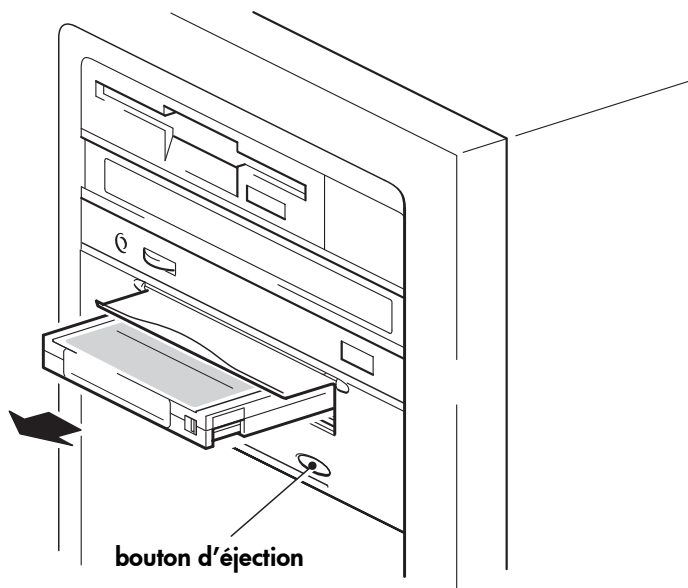

Figure 10b : déchargement d'une cartouche
- 1 Appuyez sur le bouton d'éjection sur la face avant (voir figure 10b).